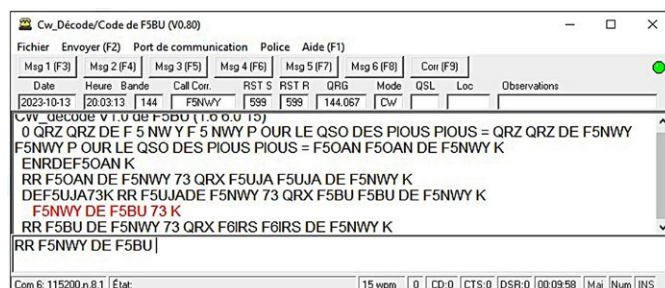

Fig. 2 - Copie d'écran du programme PC (avec une fenêtre de petite taille)
- ▶ Utilisation du montage connecté à un ordinateur PC, avec un programme spécifique (Fig. 2), qui permet :